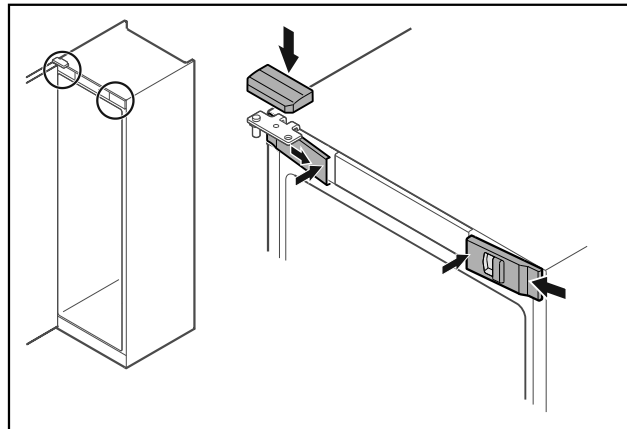

Fig. 51
- ▶ Klik de forreste afdækninger Fig. 51 (1) i på siden, og lad dem gå i hak indvendigt.
- ▶ Klik på den øverste afdækning Fig. 51 (2) på ovenfra.